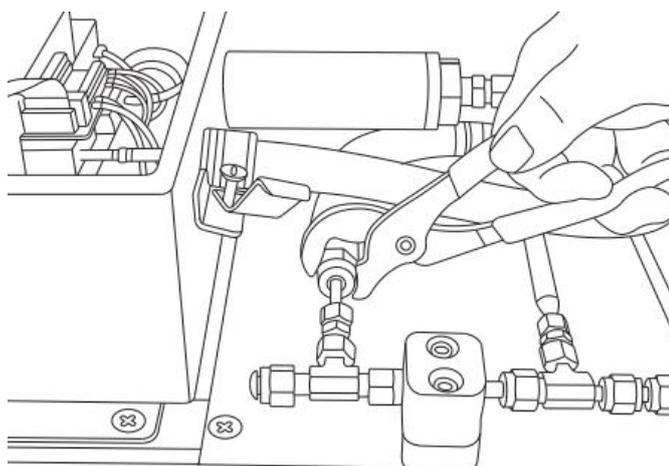

Figure 84. Desserrer le capuchon de presse-étoupe
5. À l'aide d'une clé à molette, desserrer le capuchon de presse-étoupe sur le panneau en le tournant vers le haut en direction de l'analyseur. Ne pas retirer le capuchon de presse-étoupe. Voir la figure 84.